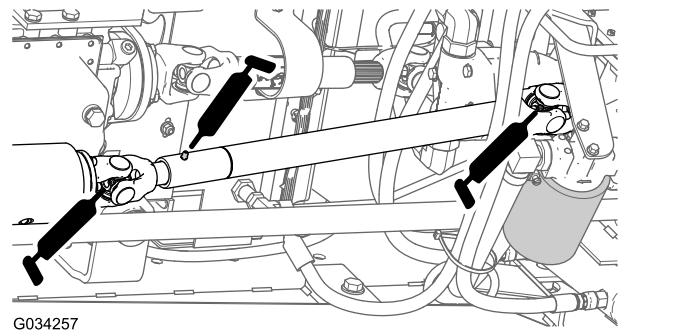

Figura 40
- Albero di trasmissione (3) (Figura 40)